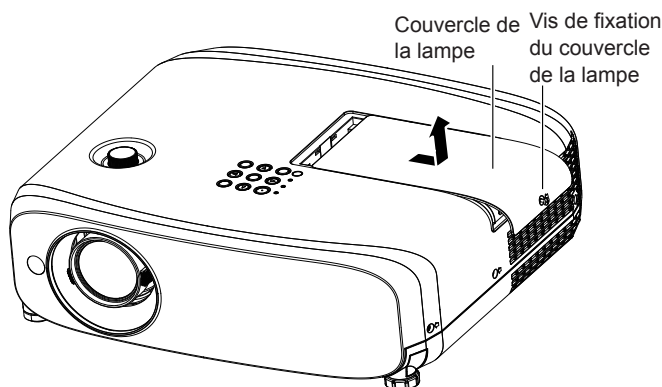

Fig. 1
- 2) **Retirez le couvercle de la lampe. (Fig. 1)**